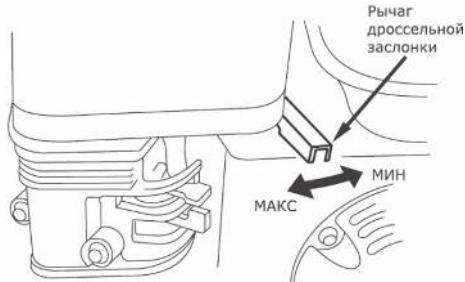

Рис. 9
5. Поверните рычаг дроссельной заслонки на $\frac{1}{3}$ хода в сторону положения «Макс» (Рис. 9).